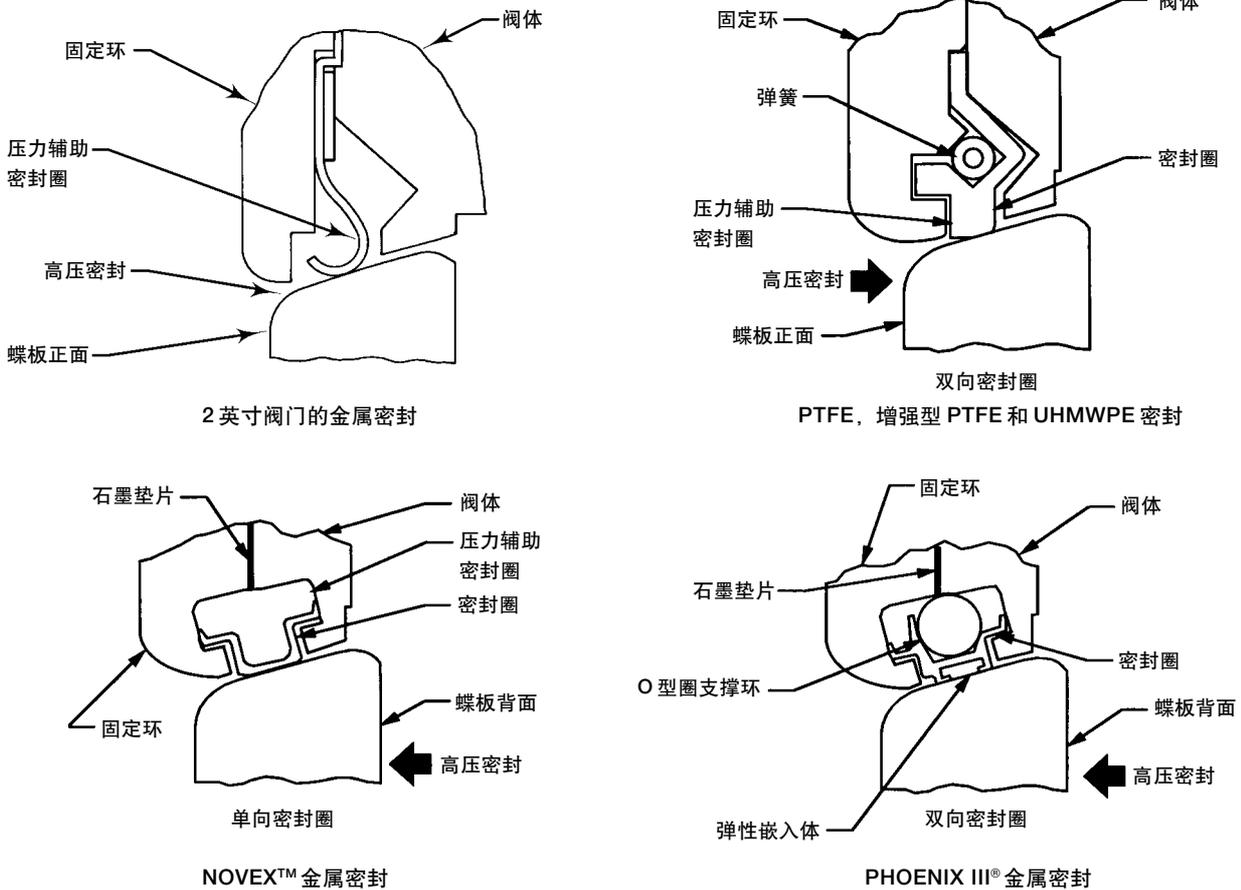

图 11. 可提供的密封配置
- b. 将弹簧末端钩在一起，然后将弹簧（见图11）插入密封圈的凹槽中，并将其压进 PTFE 密封圈里。
- c. 按图11所示将密封圈组件安装到阀体的凹槽里。参考下面的固定环的安装步骤。
- b. 安装金属密封圈组件（见图11）。